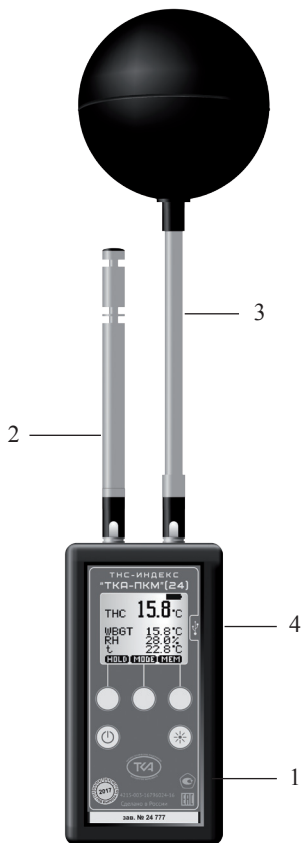

Рис.1 – Внешний вид прибора “ТКА-ПКМ”(24)
5.1 Конструктивно прибор выполнен в виде блока обработки сигналов и двух измерительных зондов (Рис.1).
5.2 На лицевой стороне блока обработки сигналов расположены: ЖК-дисплей и органы управления: кнопки ВКЛ./ВЫКЛ., ПОДСВЕТКА и три функциональные кнопки. На обратной стороне корпуса расположена крышка батарейного отсека. Для связи с ПК в приборе установлен разъём (4, Рис.1).
5.4 Конструкция прибора позволяет подключать измерительные зонды к блоку обработки сигналов как напрямую, так и через кабель-удлинитель. Один из кабелей-удлинителей позволяет установить подключенный к нему зонд №2 с чёрным шаром (3, Рис.1) на штатив. Зонды можно подключать в любом порядке к любому из двух разъемов на верхней торцевой крышке включенного прибора.